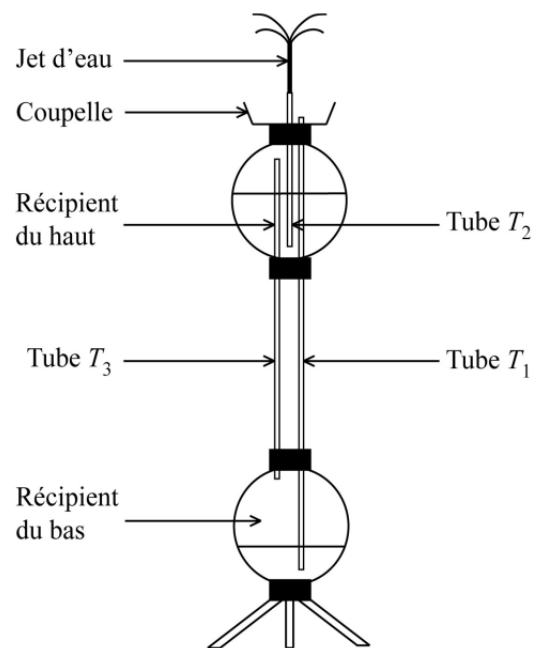

FIGURE 1 – Fontaine de Héron.
La fontaine est constituée de deux récipients fermés partiellement remplis d'eau, surmontés d'une coupelle (voir figure 1).
7. Expliquer qualitativement en quoi la fontaine de Héron peut être vue comme un siphon. Quel récipient se vide dans quel autre ? Reproduire le schéma de la figure 1 et y représenter par des flèches le sens d'écoulement de l'eau dans chaque tuyau.